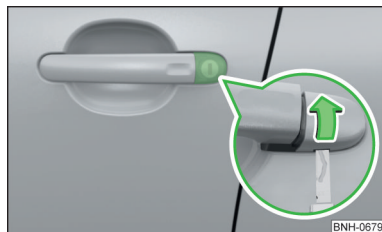

Fig. 262
- Introducir la llave en el rebaje en la parte inferior de la tapa y abrir la tapa en el sentido de la flecha » fig. 262.